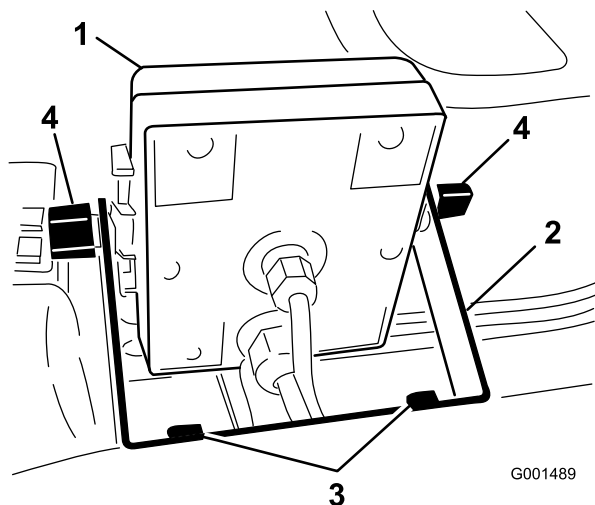
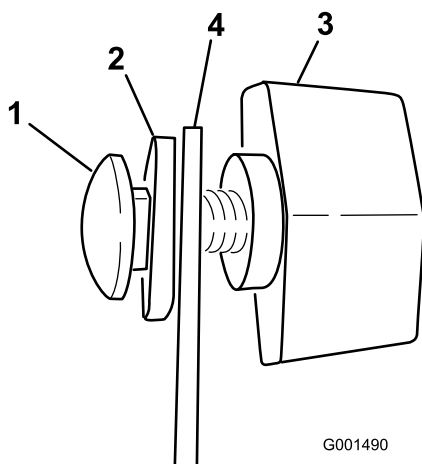

Figura 5
Figura 6
2. Instale o suporte do monitor no painel (Figura 5) com os 2 parafusos de cabeça flangeada (1/4 x 3/4 pol.) e 2 porcas flangeadas (1/4 pol.).
3. Coloque no suporte, sem apertar, os 2 parafusos de carroçaria, as anilhas de borracha e os manípulos como mostram as ilustrações da Figura 5 e Figura 6.
6. Instale o monitor Spray Pro por cima das cabeças dos parafusos da carroçaria (Figura 5) e aperte os manípulos para fixá-lo.